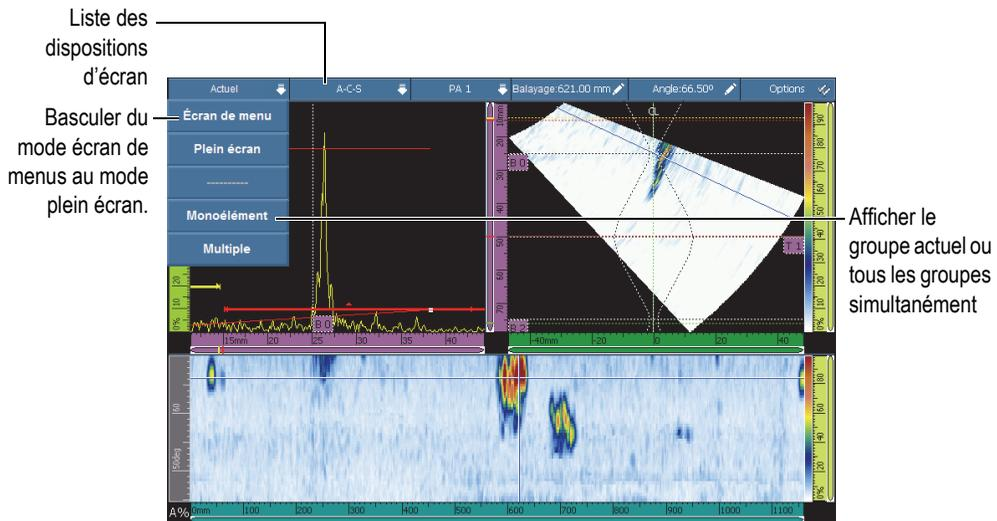

Figure 2-2 Barre de titre des menus contextuels
Vous pouvez utiliser la barre de titre des menus contextuels (voir la Figure 2-2 à la page 50) comme suit :
1. Touchez la section Mode de la barre de titre (voir la Figure 2-2 à la page 50, près du coin supérieur gauche).
1. Touchez la section Groupe de la barre de titre (voir la Figure 2-2 à la page 50)
1. Touchez la section **Balayage** dans la barre de titre (voir la Figure 2-2 à la page 50).
1. Touchez la section **Index** dans la barre de titre (voir la Figure 2-2 à la page 50).
1. Touchez la section Angle/VPA dans la barre de titre (voir la Figure 2-2 à la page 50).
1. Touchez la section **Options** dans la barre de titre (voir la Figure 2-2 à la page 50)